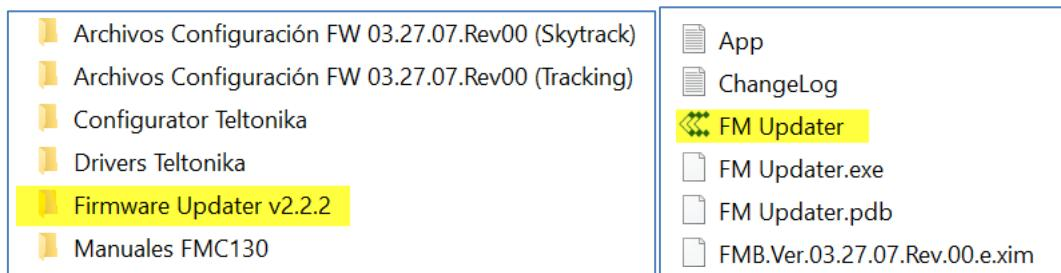
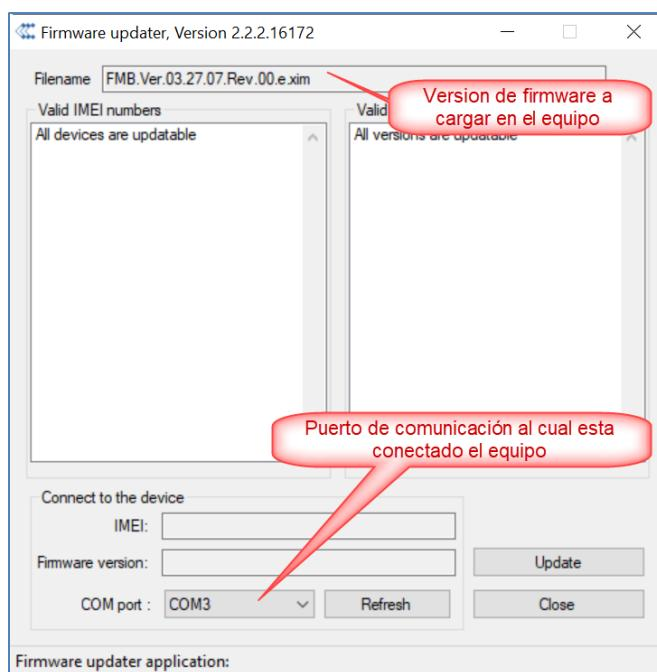

Figura 5. Ubicación e identificación del Software para actualización del Firmware del FMC130
Figura 6. Software Firmware Updater
4. Al ejecutar se abrirá la siguiente pantalla, la cual se detalla en la figura 6:
3. Abra el Configurador del dispositivo y verifique que el dispositivo sea detectado. En la figura 5, se puede observar que se detectó el dispositivo FMC130, marcado en rojo el número de IMEI, en amarillo la versión de Firmware que tiene el dispositivo, y en verde el número del puerto COM al cual está conectado.
3. Abra el Configurador del dispositivo y verifique que el dispositivo sea detectado ver figura 5. Ingrese al configurador (figura 6)